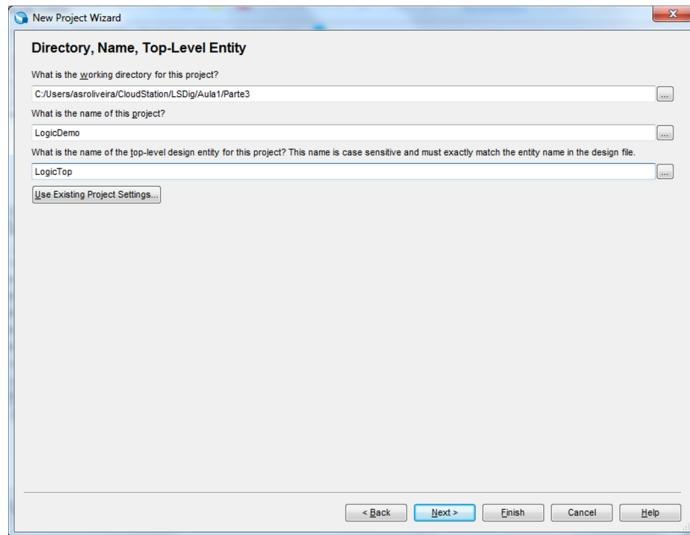
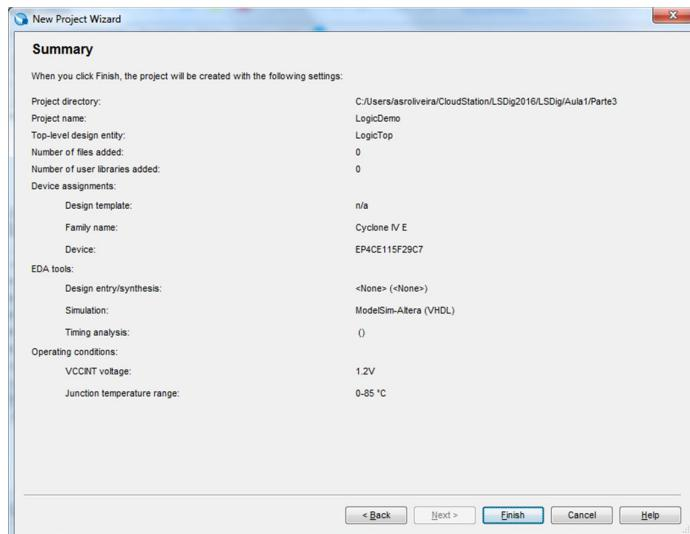

Figura 51 – Identificação e localização do projeto no sistema de ficheiros.
Figura 52 – Sumário final da criação do projeto.
- Crie para a FPGA do *kit DE2-115 (Cyclone IV EP4CE115F29C7)* um novo projeto, seguindo os mesmos passos do ponto 1 da parte I deste guião. Considere a informação de identificação do projeto apresentada na Figura 51. O sumário da descrição do projeto deve ser semelhante à Figura 52.